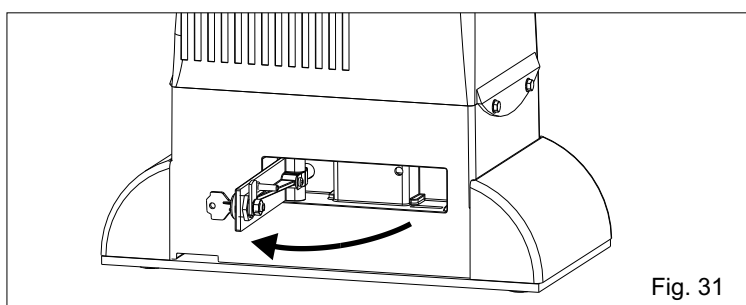

Fig. 31
- Tirer le levier de déverrouillage jusqu'à la battue, 90° environ (Fig.31).